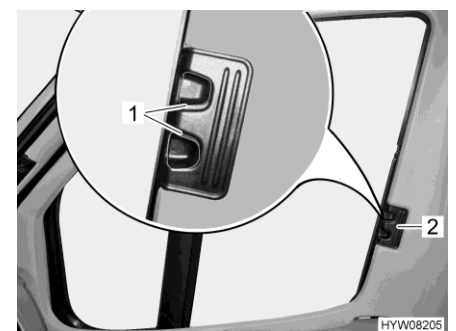

Fig. 38 Dispositif occultant plissé pour la fenêtre côté conducteur/passager
- Pousser les dispositifs occultants plissés pour les fenêtres côté conducteur et côté passager jusqu'à la butée au niveau de la poignée (Fig. 38,2).
- Faire s'enclencher les poignées de déverrouillage (Fig. 38,1).